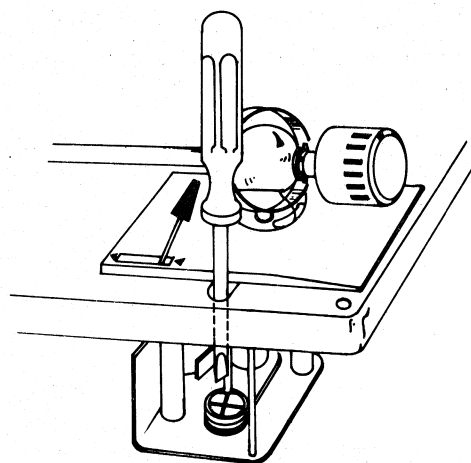

Fig. 4b
- 4° - Agir si nécessaire sur l'excentrique de réglage (Fig. 4b) pour déplacer le point de frottement du bras et de l'axe du support.